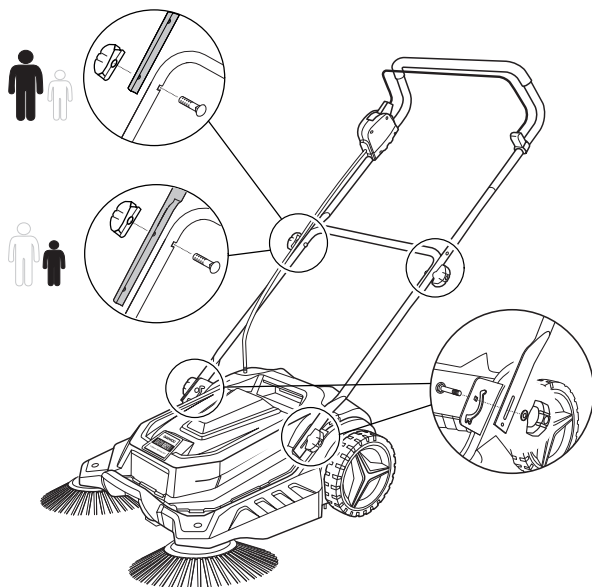

Рис. 2
- Установите нижнюю часть рукоятки с фиксирующими шайбами на ответных частях фиксирующих шайб корпуса и закрепите её при помощи барашковых гаек (Рис. 2).
- Установите верхнюю часть рукоятки и закрепите её с помощью болтов, шайб и быстрозажимных рычагов (Рис. 2).
- При необходимости, отрегулируйте рукоятку на необходимую высоту. Для регулировки, ослабьте быстрозажимные рычаги и переведите рукоятку в необходимое положение (Рис. 2).
- Кроме того вы можете изменить общую длину рукоятки полностью открутив барашковые гайки и опустив верхнюю часть рукоятки до следующего отверстия (Рис. 2).